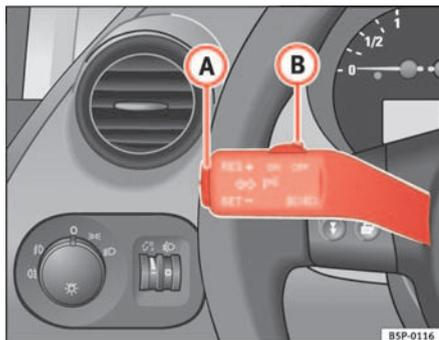

Fig. 140 Levier des clignotants et de l'inverseur-codes : commandes du régulateur de vitesse
- Lorsque la vitesse à mémoriser est atteinte, appuyez une fois brièvement sur la partie inférieure **SET** ⇒ fig. 140 de la commande à bascule **A**.